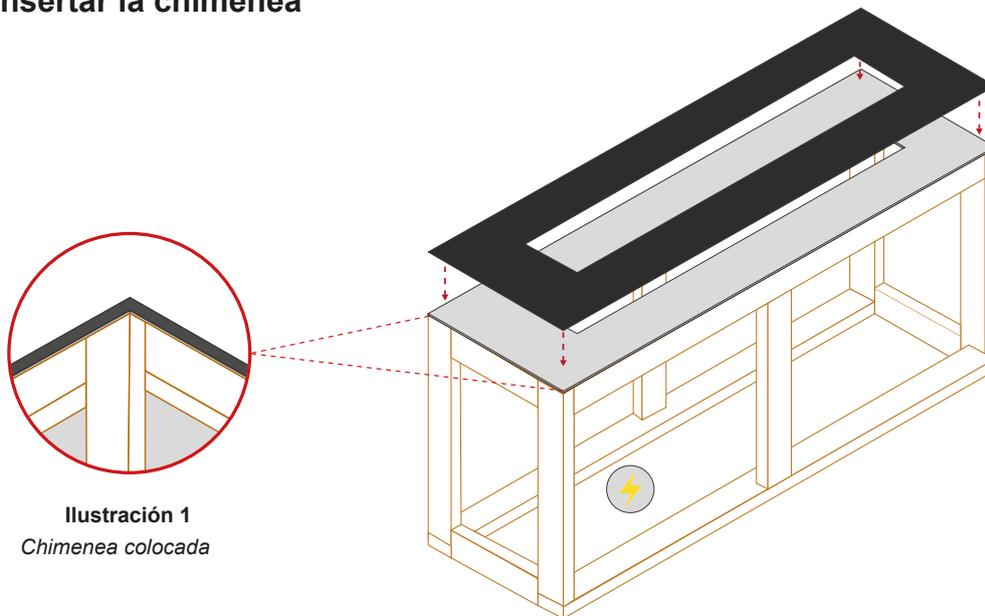

Ilustración 1
b) Como estándar, la chimenea Foco se ensambla con pequeños tornillos y tuercas. Sobresalen aproximadamente 1 cm del marco. Es posible que se requiera un pequeño recorte en la estructura/placa de aislamiento para que Foco se ajuste correctamente. Ilustración 1.
NOTA: Para que la chimenea quede a ras con la pared terminada, haga que el borde de Foco sobresalga de la pared, equivalente al espesor del material de acabado de la pared. *Ilustración 1*